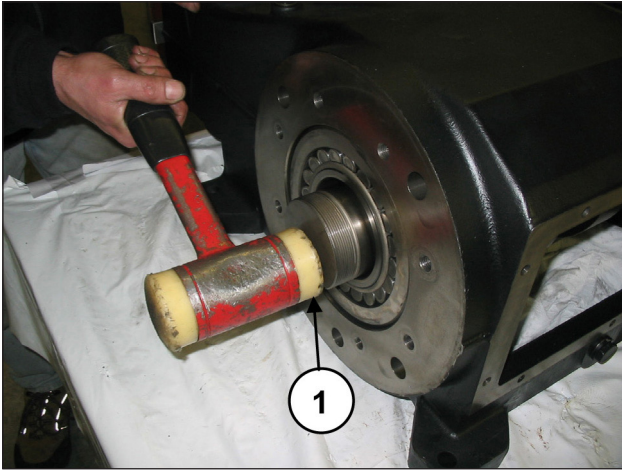

Fig. 28
Dégager le vilebrequin à l'aide d'un outil à inertie, côté PTO (rep. ①, Fig. 28).